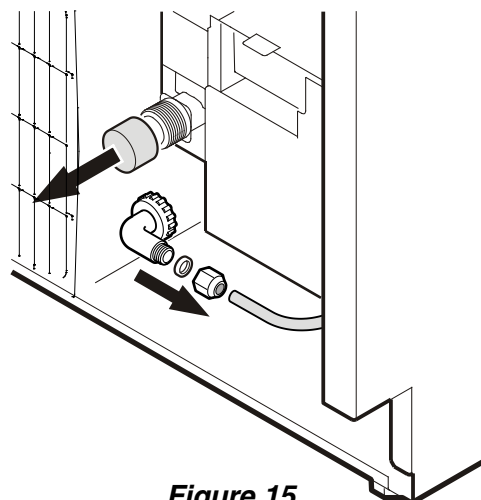

Figure 15
5. Retirer le cache du connecteur de la vanne (**Figure 15**).
6. Le conduit d'eau est visible sur le devant de l'appareil. Raccorder le conduit d'eau à l'adaptateur de diamètre extérieur (**Figure 15**).